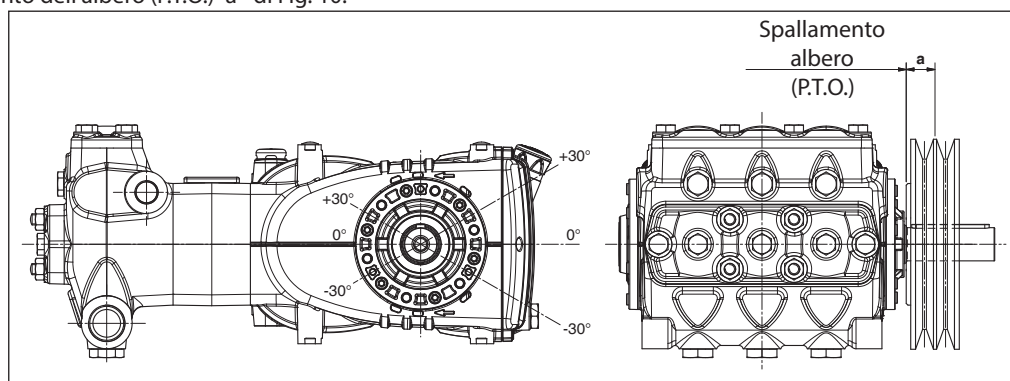

Fig. 10
La trasmissione è considerata adeguata se tale carico è applicato ad una distanza massima $a=30$ mm dallo spallamento dell'albero (P.T.O) come indicato in Fig. 10.
- b) Utilizzare cinghie ad alto rendimento - per esempio **XPB** invece di **SPB** - in quanto risulterà necessaria una quantità inferiore di cinghie a parità di potenza trasmessa ed una conseguente distanza inferiore della risultante rispetto allo spallamento dell'albero (P.T.O.) "a" di Fig. 10.